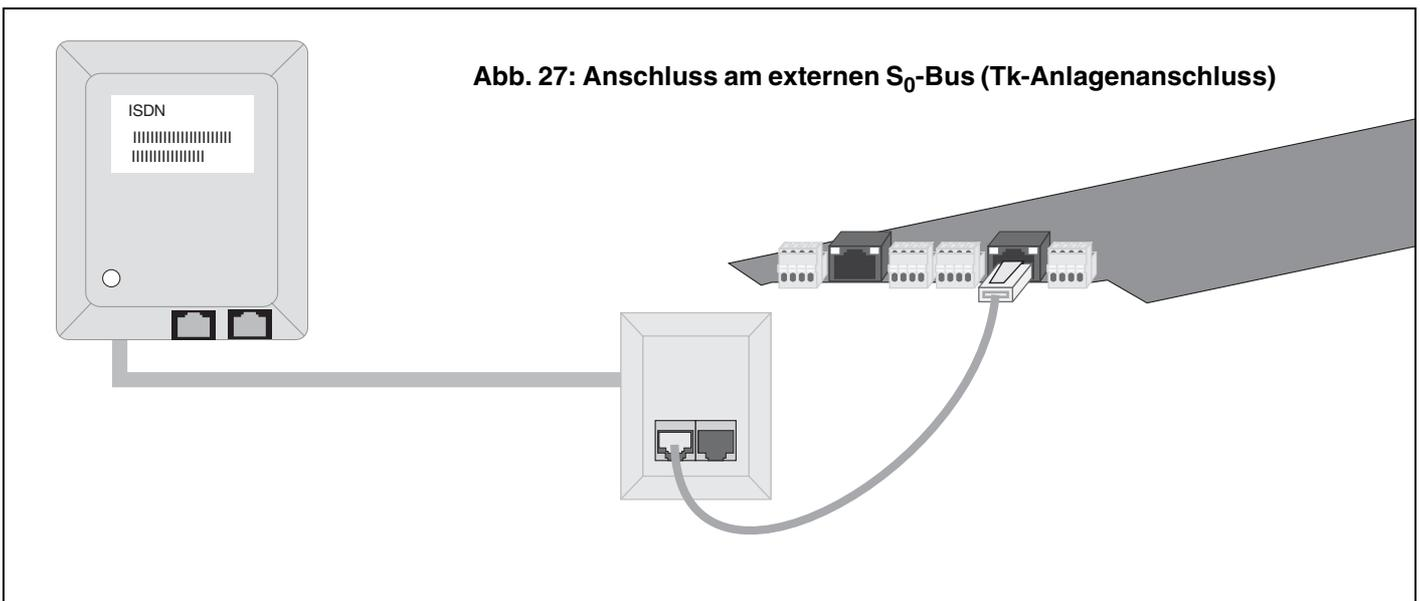

Abb. 27: Anschluss am externen S₀-Bus (Tk-Anlagenanschluss)
2. Variante (Abb. 27 auf Seite 23): Befindet sich der NTBA in größerer Entfernung von der Tk-Anlage, ist die feste Verlegung eines Kabels mit einer ISDN-Anschlussdose am Ende notwendig (externer S_0 -Bus). Ein Ende des mitgelieferten ISDN-Kabels wird in die Westernbuchse des entsprechenden S_0 -Ports am *COMmander 4S₀-Modul* gesteckt und das andere Ende in die ISDN-Anschlussdose. Die Abschlusswiderstände im NTBA müssen eingeschaltet sein. Am anderen Ende werden